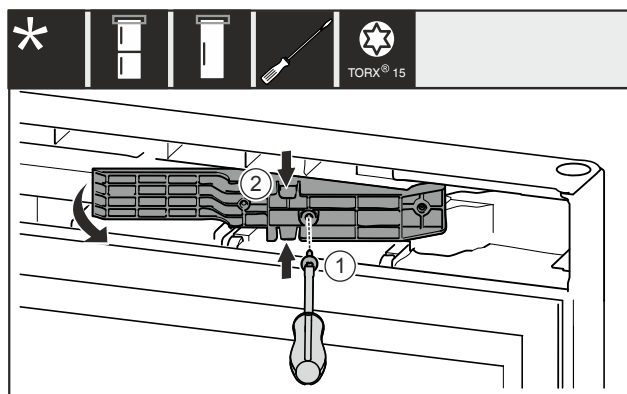

Fig. 13 \*
- Odstraňte šroub Fig. 13 (1)\*.
- Adaptér Fig. 13 (2) nahoře a dole mírně stlačte k sobě a vytáhněte.\*